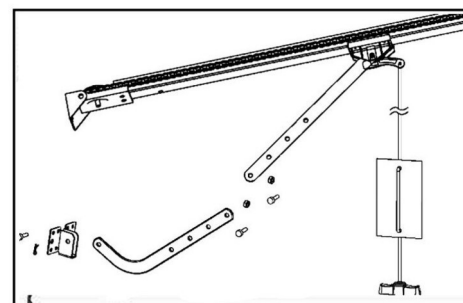

Fig.22
4. Sujete el Brazo "L" al Soporte del Portón con Tornillos y Tuercas. Fije un Extremo del Brazo Recto al Carro del Riel y el otro Extremo al Brazo "L" y Compruebe que el Brazo del Portón se Mueve Librementemente. (Fig.22)